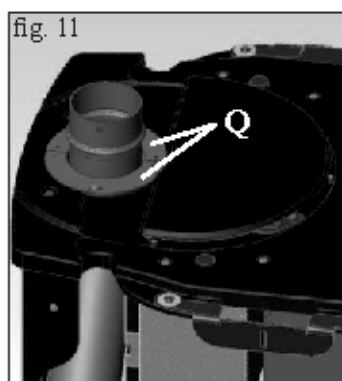

fig. 11
- Positionner, autour du conduit de sortie des fumées les deux fermetures en tôle (Q - fig. 11) et les fixer avec des vis.